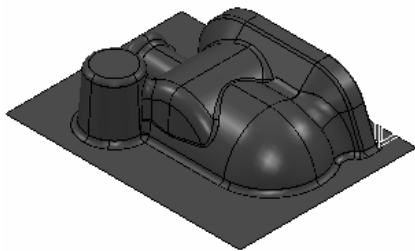

图 2-88 打开文件
2) 选择下拉菜单中的“文件”→“打开项目”命令,弹出“打开项目”对话框,选择“exercise4”(“随书光盘: \第2章\exercise4\uncompleted\ exercise4”)文件,单击“打开”按钮即可,如图 2-88 所示。